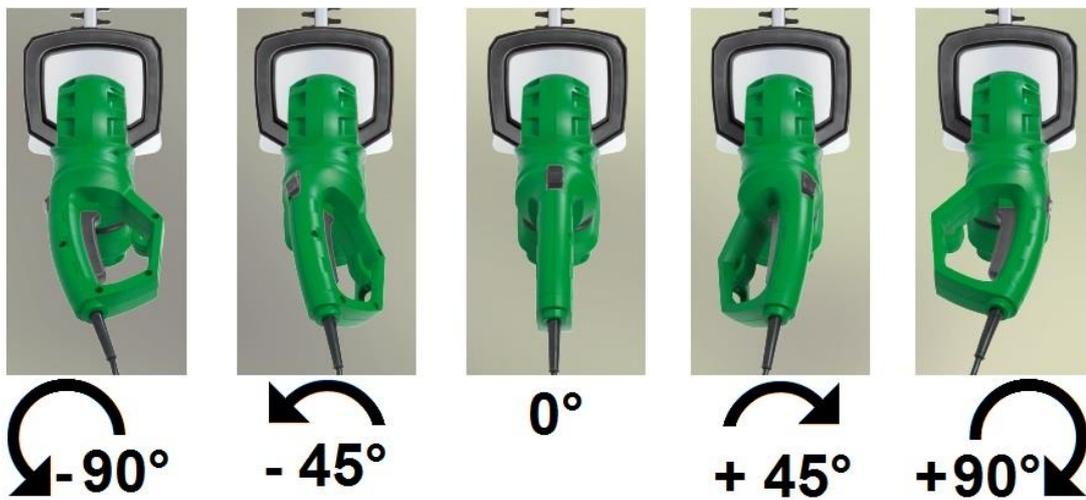

Fig.3
- I due lati di taglio delle lame permettono di lavorare nei due sensi: verso destra o verso sinistra (Fig. 3).